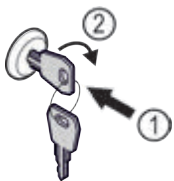

Fig. 129
- ▶ Вдавити ключ Fig. 129 (1).
- ▶ Повернути ключ на 90° за годинниковою стрілкою Fig. 129 (2).